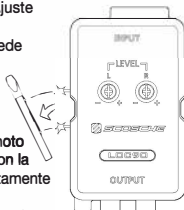

FIGURA 2
1. Desprenda con cuidado el destornillador del costado de la cubierta del **LOC90** (Figura 2).